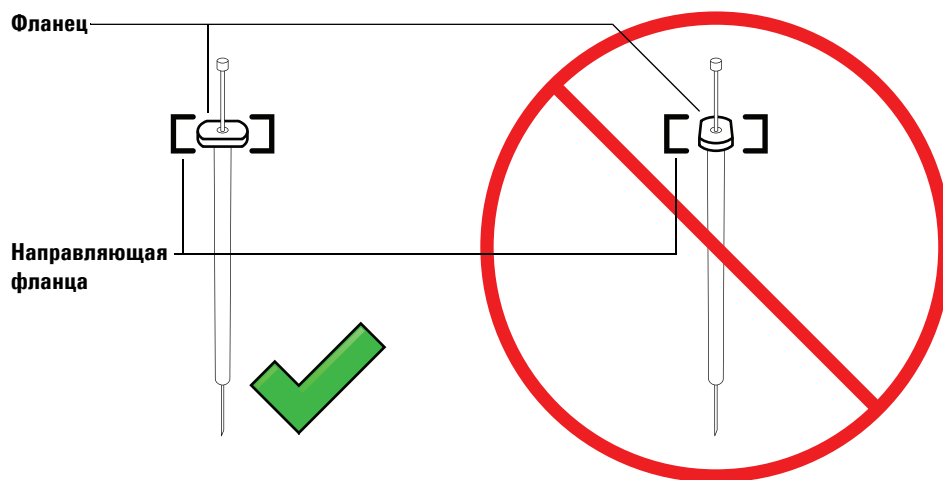

Рис. 68 Направление фланца шприца
- 7 Выровняйте фланец шприца с направляющей фланца, затем вставьте шприц на место, удерживая иглу в направляющем отверстии основания опоры иглы. Убедитесь, что плоский край фланца шприца направлен наружу (Рис. 68).